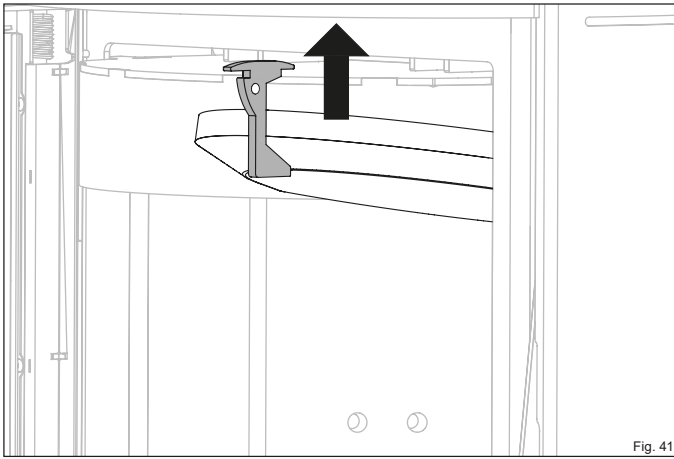

Fig. 41
- ▶ Faites glisser le support de la pierre thermique vers le haut (Fig. 41).